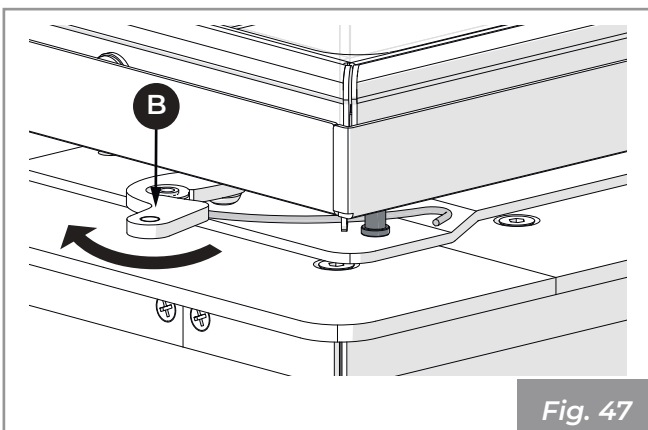

Fig. 47
- 5) Spingere con la mano la leva (B) e riportarla nella posizione di blocco (Fig. 47).